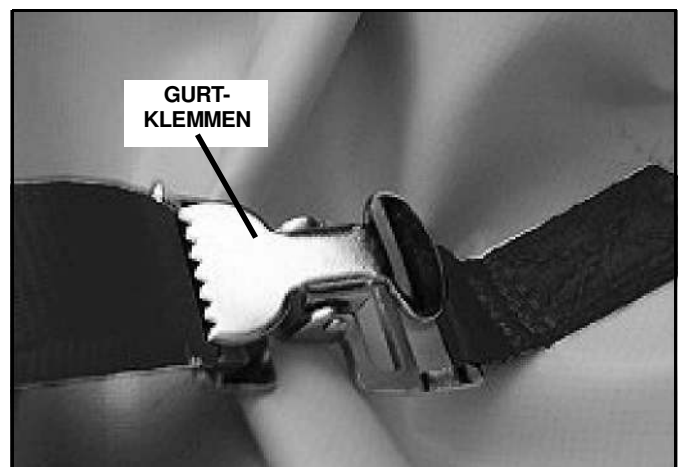

Abb. 1-9
3. Nachdem die Plane vollständig aufgerollt wurde, befestigen Sie diese durch das Einführen der unteren Befestigungsgurte (Siehe Abb. 1-9) in die gurtklemmen (Siehe Abb. 1-9).